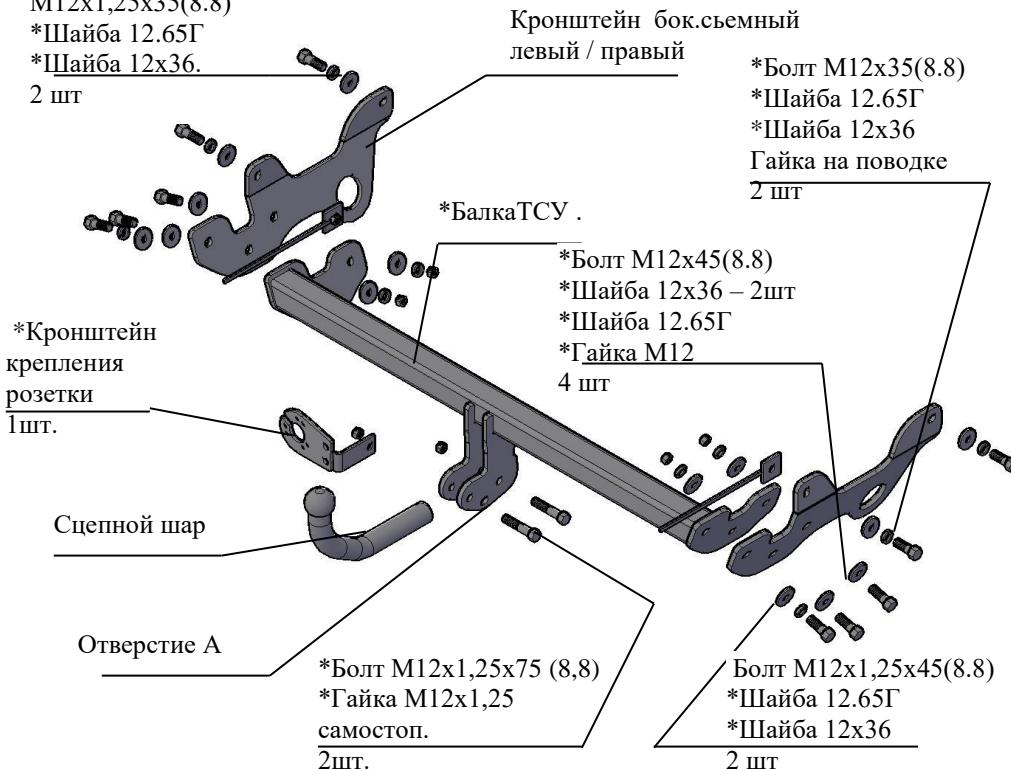

Рис.1 Тягово-сцепное устройство 8600
2.1 ТСУ 8600 в сборе (рис.1)	1 шт.
2.2 Пакет с комплектующими (см. рис.1)	1 шт.
4.2 Закрепить боковые съемные кронштейны ТСУ левый и правый к лонжеронам а/м (в соответствии с рис.1) : к передним отверстиям (по ходу а/м) болтами M12x1,25x35 (гайки приварные штатные), подложив под головки болтов шайбы 12,65Г и шайбы 12x36, а к задним – болтами M12x35, используя гайки на поводке (гайки на поводке вставить в отверстия в горизонтальной полке лонжерона), подложив под головки болтов, шайбы 12,65Г и шайбы 12x36. Крепеж не затягивать.